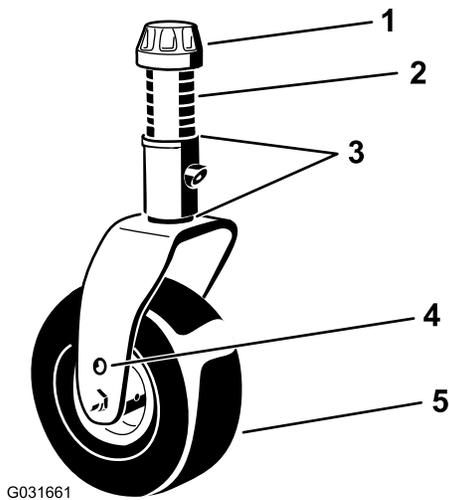

Bild 34
4. Lösen Sie die Spannkappe mit dem mitgelieferten Schraubenschlüssel für die Laufradkappe und nehmen sie von der Laufradspindelwelle ab. Schieben Sie die Laufradwelle aus dem Laufradarm heraus (Bild 34).
7. Legen Sie die Beilagscheiben (wie ursprünglich montiert) und die restlichen Distanzstücke auf die Welle (Bild 34).
8. Setzen Sie die Spannkappe ein und ziehen sie mit dem mitgelieferten Schraubenschlüssel für die Laufradkappe an (Bild 34).